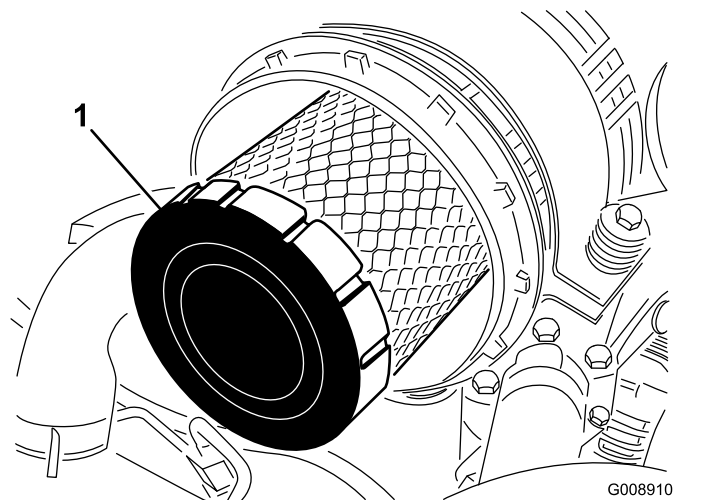

Bild 97
4. Entfernen Sie den Hauptfilter (Bild 97).